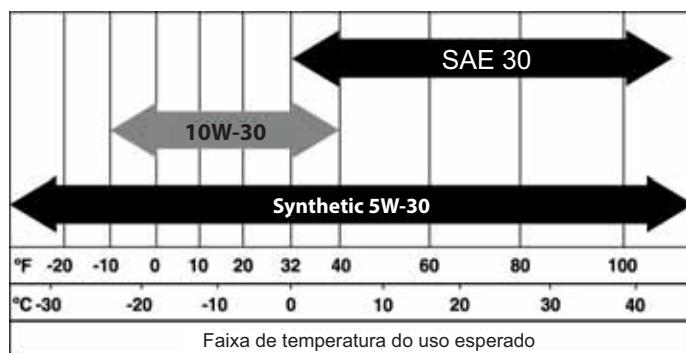

Figura 4-1: Recomendado com base na temperatura do óleo
7. Reabasteça o motor com o óleo recomendado. Para verificar o óleo recomendado, consulte a Figura 4-1.